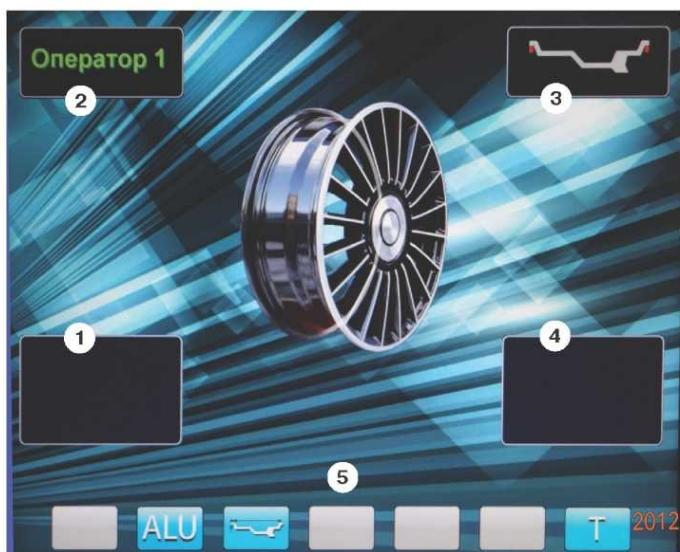
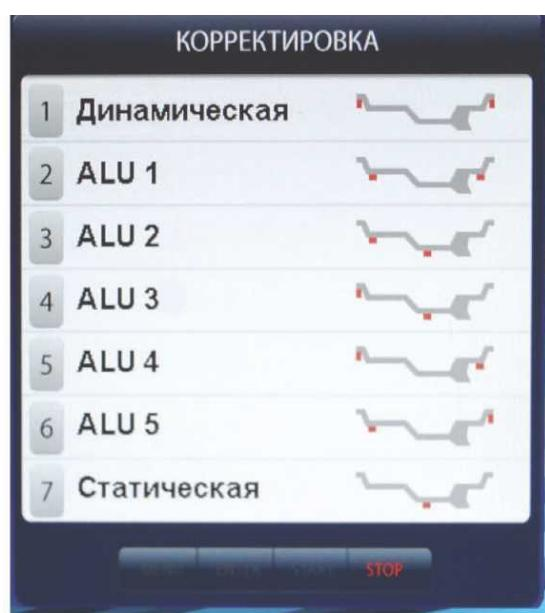

рис.8.2.
рис.11.3.
8.3. После включения питания СБ на экране монитора отображается фирменная заставка, которая через несколько секунд сменяется отображением экрана основного рабочего режима (рис. 8.2).
Для выбора схем расположения грузов в программах ALU1-ALU5 необходимо, находясь в режиме основного рабочего экрана, нажать кнопку «ALU», при этом открывается окно схем установки грузов, отмеченных номерами рис. 11.3. Если после введения размеров колеса установленся экран ввода геометрических параметров, необходимо перейти в экран основного рабочего режима нажатием кнопки «STOP». Для выбора нужной схемы нажмите кнопку верхнего ряда клавиатуры с соответствующим номером. Выбранная схема установки грузов отображается в окне 3 экрана основного рабочего режима (рис. 8.2).
12.2. При включении СБ программа измерения дисбаланса настраивается таким образом, что дисбаланс менее 5 г (заводская установка) на любой плоскости коррекции не показывается, в этом случае в окнах 1 и 4 (рис. 8.2) высвечиваются «OK». Минимальный дисбаланс отображающийся в окнах 1 и 4 равен 5 г. Дисбаланс, превышающий 8 г, округляется до величины кратной 5, т. е. дисбаланс 9, 10, 11 и 12 г отображается цифрой 10, дисбаланс 13, 14, 15, 16 и 17 г - цифрой 15 и т. д. Для просмотра неокругленного значения дисбаланса или дисбаланса менее 5 г. необходимо нажать кнопку «<», при этом в окнах 1 и 4 на 2-3 сек высвечиваются фактические значения дисбаланса, определенные в данном запуске.